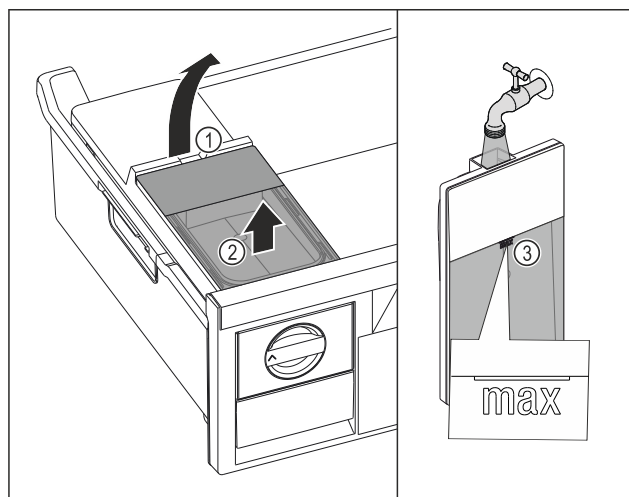

Fig. 110
- Soulever le réservoir d'eau par l'encoche Fig. 110 (1).
- Retirer le réservoir d'eau par le haut. Fig. 110 (2)
- Remplir le réservoir d'eau potable jusqu'au repère Fig. 110 (3).